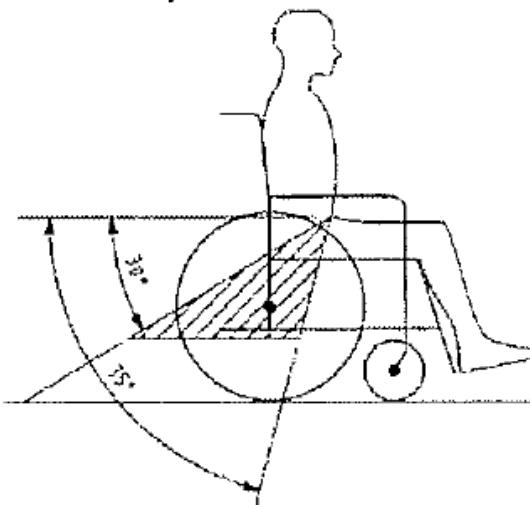

**figura 4**
Este lugar está marcado en la silla de ruedas con un símbolo. (Figura 4)
- 11. Este lugar está marcado en la silla de ruedas con un símbolo. (Figura 4)